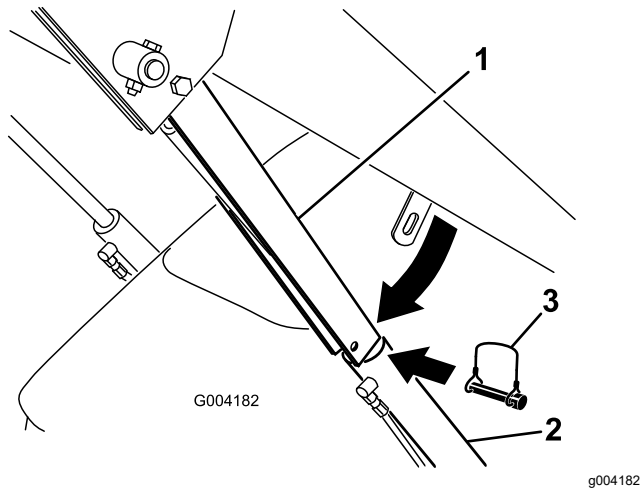

図 22
4. シリンダロックをローダアームに固定しているリンチピンを外す 図 22。
5. シリンダロックをシリンダロッドに被せてリンチピンで固定する 図 22。